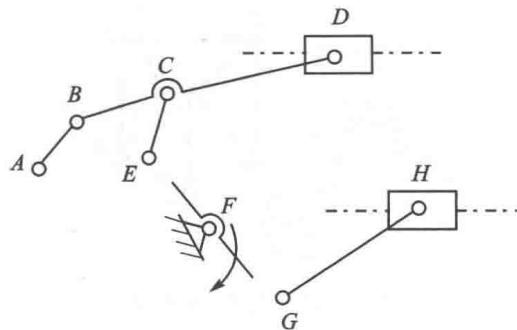

图 1-16 取构件 EFG 为原动件时机构的基本杆组分解图
③ 当取构件 EFG 为原动件时, 机构的基本杆组图分解如图 1-16 所示。当取构件 EFG 为原动件时, 除原动件与机架外, 其余从动件可以分解为一个Ⅱ级杆组和一个Ⅲ级杆组, 故此机构为Ⅲ级机构。